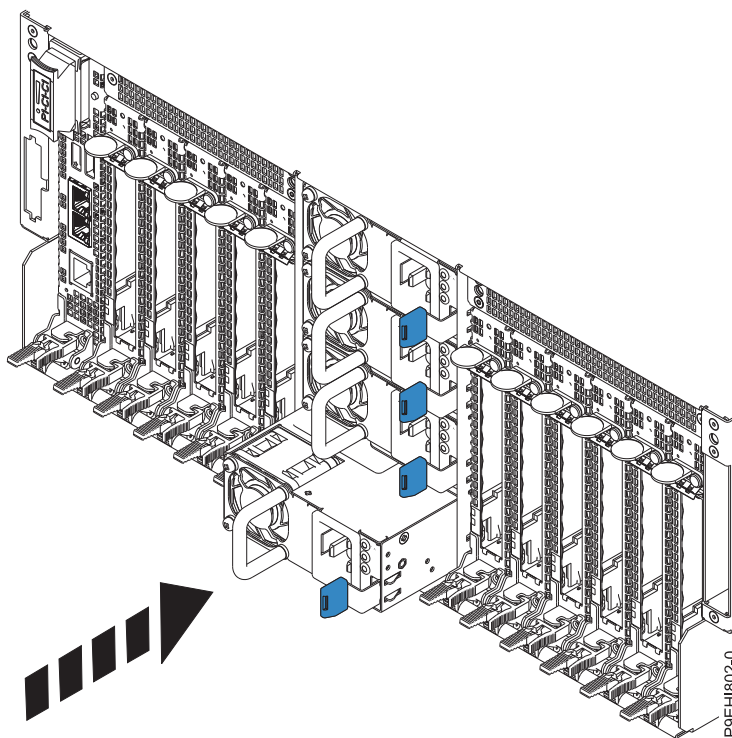

Figura 22. Substituindo a fonte de alimentação no sistema
3. Alinhe a fonte de alimentação com o compartimento e deslize a fonte de alimentação para dentro do sistema até que a trava se encaixe no local, como mostrado na Figura 22.